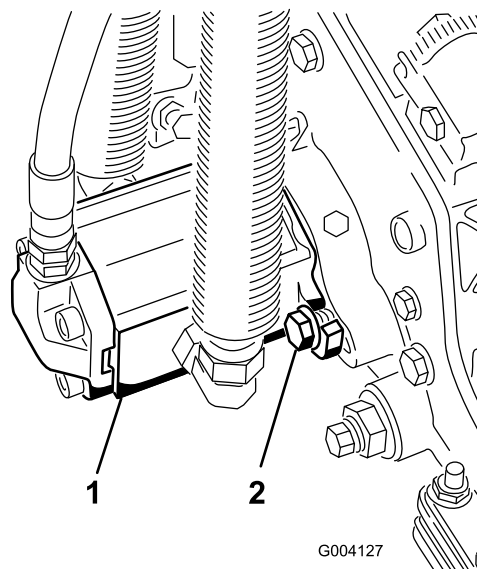

**Figura 14**
- 8. Prenda a corrente do braço de elevação ao suporte da corrente da unidade de corte (Figura 14) com o pino de encaixe da seguinte forma: